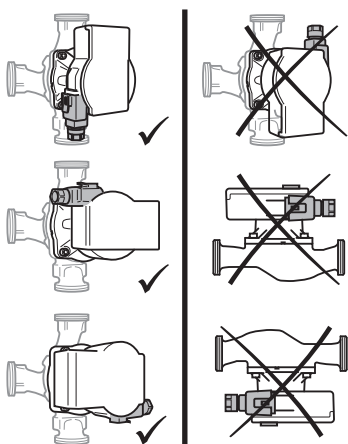

Fig. 2: Montážne polohy
- Miesto inštalácie zvoľte podľa prípustnej montážnej polohy (Fig. 2).
- Dbajte na prípustnú montážnu polohu (Fig. 2) čerpadla. V prípade potreby otočte hlavu motora (2+6).
- Dbajte na prípustnú montážnu polohu (Fig. 2) a šípku smeru prúdenia na telese čerpadla (1).
- Pevne zaskrutkujte 4 skrutky telesa (5).